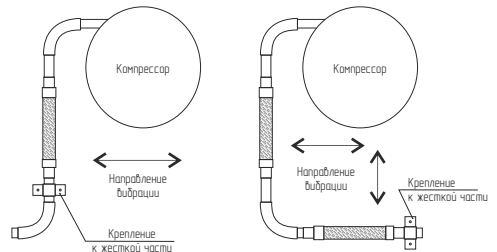

Рис.2. Схема монтажа
- Виброгаситель устанавливается перпендикулярно направлению вибрации. Если вибрация происходит по двум осям, требуется установка двух виброгасителей, расположив их, как представлено на рис. 2.
- Для оптимального устранения вибрации, закрепить конец виброгасителя, как представлено на рис. 2.